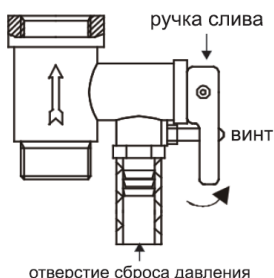

Рисунок 6
4. На входной патрубке, обозначенный голубым цветом и стрелкой направления течения воды, накрутите предохранительный клапан так, чтобы течение воды совпадало с направлением стрелки на корпусе клапана. На отверстие сброса давления предохранительного клапана (см. рисунок 6) оденьте дренажную трубку* для отвода воды (возможно появление при нагревании) в канализацию (трубку необходимо направить строго вниз и запрещено перегибать её).
6. Если не предусмотрен сливной кран-тройник (см. п. Подключение к водопроводной сети), воду можно слить через комбинированный предохранительный клапан: открутить винт ручки слива предохранительного клапана и перевести ручку слива в верхнее положение, при этом кран выхода горячей воды должен быть открыт, а кран подачи холодной воды в водонагреватель должен быть перекрыт (см. рисунок 6). Из отверстия сброса давления предохранительного